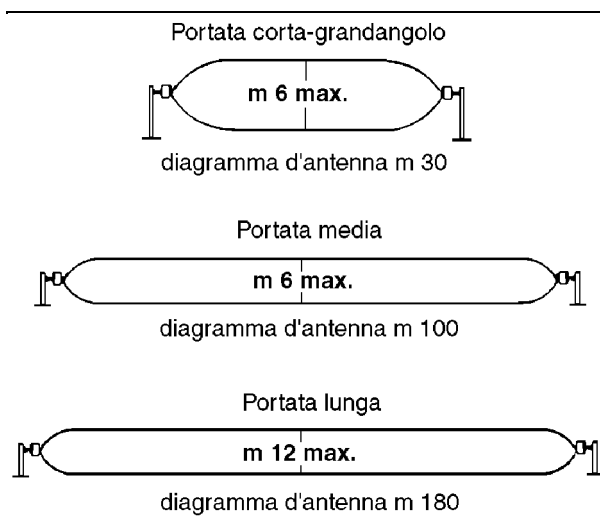

Fig. 2
Il Ricevitore incorpora anche un circuito di controllo automatico del guadagno che predispose il Ricevitore per il segnale ottimale in relazione alla distanza da coprire. Le ampiezze tipiche delle zone di rivelazione, per un fissaggio degli apparecchi a 76 cm da terra, sono mostrate in Fig. 2. La massima
Il guadagno dell'amplificatore di segnale può essere regolato con il potenziometro di "sensibilità" in modo che si modifichi l'ampiezza della zona di rivelazione (Fig. 2 e 3A). La larghezza di banda che determina la risposta del Mod. 300B-IT-S agli oggetti in rapido movimento, può essere selezionata tra le posizioni "lenta" o "veloce" con un ponticello sul circuito stampato. Il tempo di attivazione del relè di allarme è regolato in fabbrica a circa 2 secondi, ma con l'apposito potenziometro posto sulla scheda di alimentazione, è possibile una regolazione da 0.5 a 30 secondi. Il circuito di riassetto automatico si può escludere con ponticello sul circuito stampato. Nella condizione "Latch" una volta in allarme il relè rimane in questa condizione a meno che non si applichi un impulso positivo di ampiezza compresa tra 5V e 15V sul morsetto di reset. Il Mod. 300B-IT-S incorpora varie funzioni di allineamento e ricerca guasti. Al punto di prova per l'allineamento è disponibile una tensione in c.c. proporzionale all'ampiezza del segnale ricevuto e misurabile con un normale "Tester".
1. **Area richiesta.** La Barriera 300B-IT-S deve essere dislocata in un'area esente da oggetti con possibilità di movimento come reti, alberi, cespugli e grandi distese di acqua (Fig. 9B). Grandi oggetti in movimento nell'area protetta non sono distinguibili da un'intrusione e causeranno quindi allarmi. L'area di rispetto per un Mod. 300B-IT-S dipende dalla lunghezza della barriera. Le aree di copertura per varie condizioni sono date in Fig. 2 e 3A, 3B e 3C. In ogni installazione l'area di rispetto deve essere larga **almeno** quanto l'area di copertura.